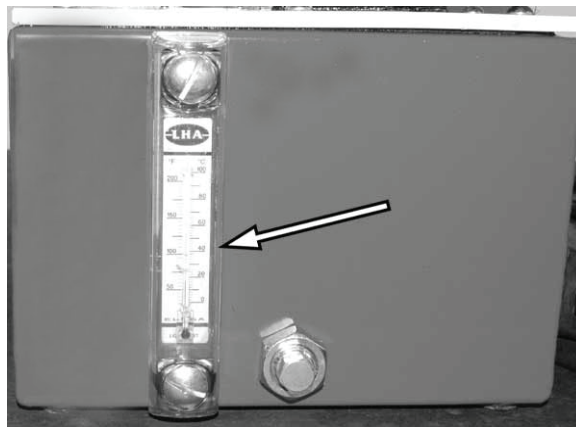

Рис. 55.
2. См. рис. 55. Извлеките 2 шт. винтов и снимите термометр.